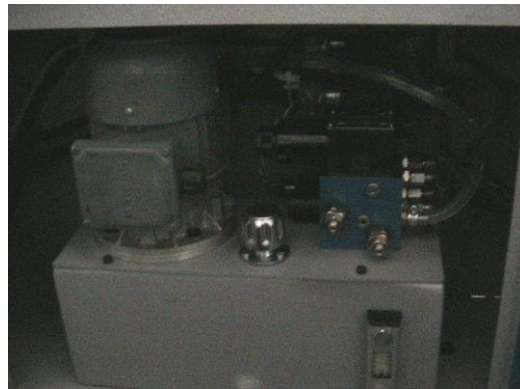

Рисунок 2
- Проверьте уровень масла в баке для гидравлического масла. Объём бака составляет 7 литров. При низком уровне масла, заполните его. Должно использоваться масло для гидравлической системы № 46 (Рисунок 2)